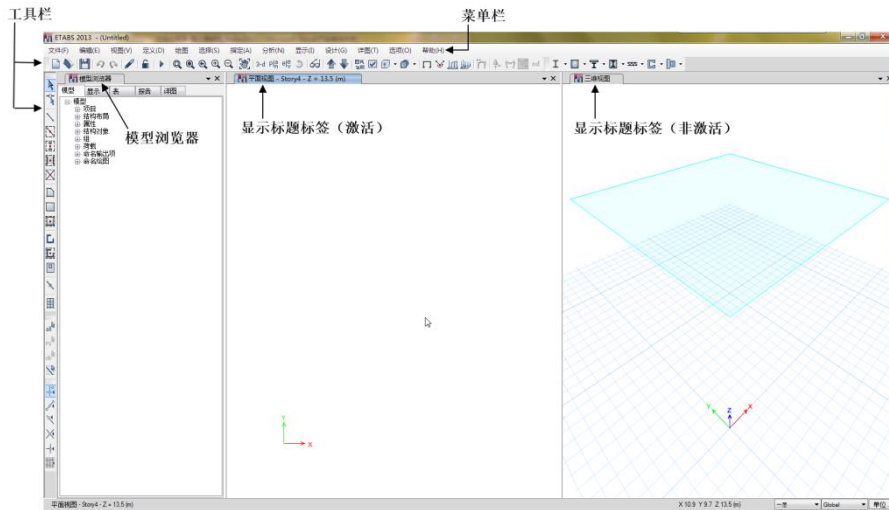

图 1-4 ETABS 主窗口
5. 点击**确定**按钮，进入 ETABS 主窗口，如图 1-4 所示。